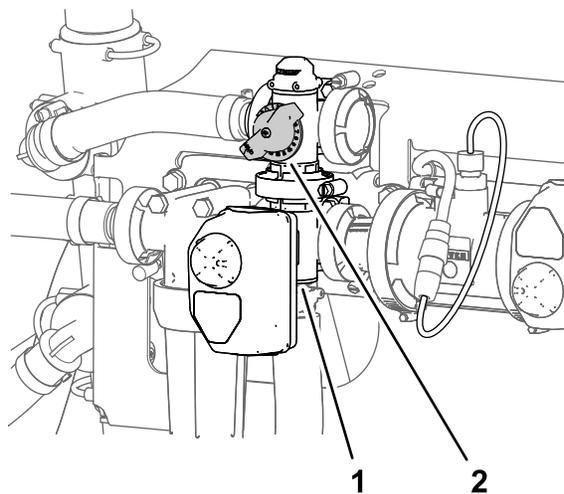

Figura 29
11. Ajuste a válvula de distribuição de agitação (Figura 29) na parte posterior da válvula de agitação até que a pressão do sistema de pulverização indicada no medidor seja 6,89 bar.